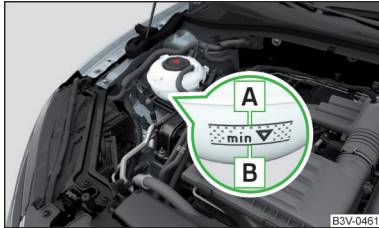

Abb. 319
**Kühlmittelstand prüfen** - der Kühlmittelstand muss zwischen den Markierungen A und B liegen » Abb. 319. Liegt der Kühlmittelstand unterhalb der Markierung B, das Kühlmittel nachfüllen.
Die **Spezifikation** des Kühlmittels ist auf dem Kühlmittelausgleichsbehälter aufgeführt » Abb. 319.
- Das Kühlmittel nicht über die Markierung A auffüllen » Abb. 319. Das Kühlmittel könnte bei Erwärmung aus dem Kühlsystem gedrückt werden - es besteht die Gefahr einer Beschädigung der Motorraumteile.